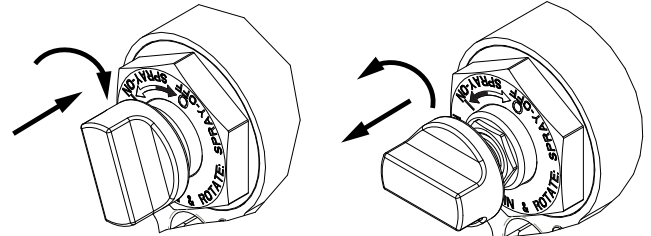

図 6 ピストン安全ロック
- ピストン安全ロックを掛けます。図 6。
ノブを押し込み、時計回り方向に回します。安全ロックをかけるとガンは使用できなくなります。図 6。
ノブを押し込み、それが飛び出すまで反時計回りの方向に回します。ノブとガン本体の間に隙間ができます。図 6。
1. ピストン安全ロックを掛けます。図 6。
1. ピストン安全ロック (G) を掛けます。図 6。